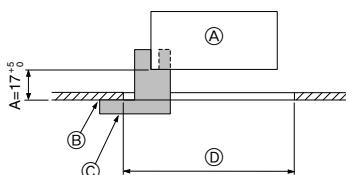

Fig. 5-2
①	Rooster	1	950 × 950 (mm)
②	Schroef met vaste ring	4	M5 × 0,8 × 25
③	Meetplaatje	1	(In vier delen verdeeld)
④	Bevestigingsklem	2
⑤	Schroef	4	4 × 8
5.2. Voorbereidingen om het rooster vast te maken (Fig. 5-2)
- Gebruik het meetplaatje ③ dat bij deze kit wordt meegeleverd om de positie van het apparaat ten opzichte van het plafond in te stellen en te controleren. Als het apparaat ten opzichte van het plafond niet juist wordt geïnstalleerd, kan er door luchtlekkage vochtcondensatie optreden.